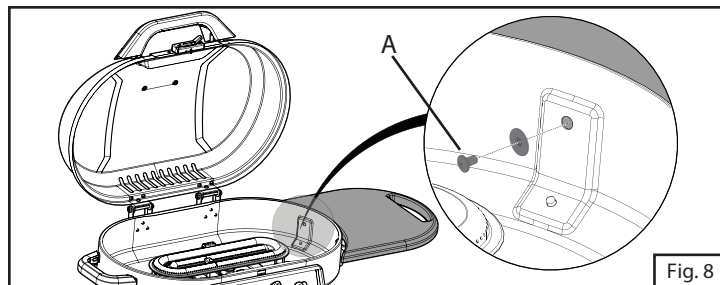

Fig. 8
6. Fixer la table latérale à l'aide de deux rondelles et de deux vis. (Fig. 8)